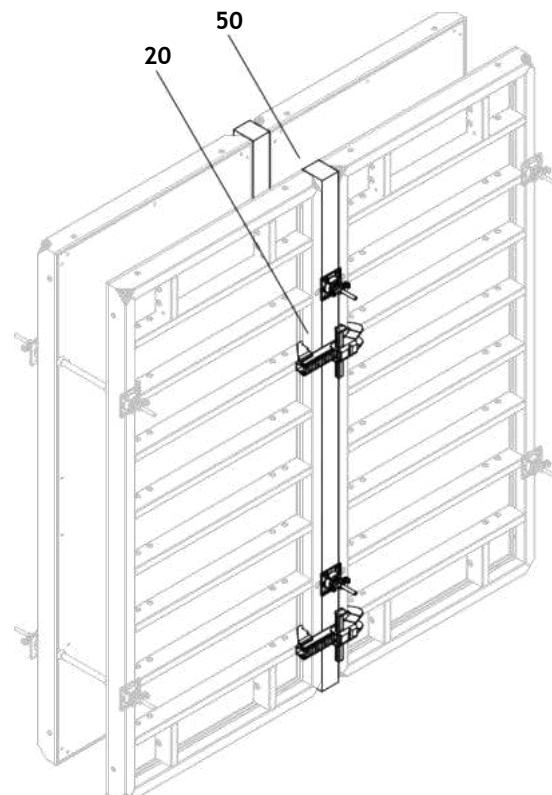

Fig. A11.01
Наддължната компенсация става с оразмерени греди (50). (Fig. A11.01)
- Направл. скоби BFD (20) се разполагат както при стандартни свръзки на елементите.